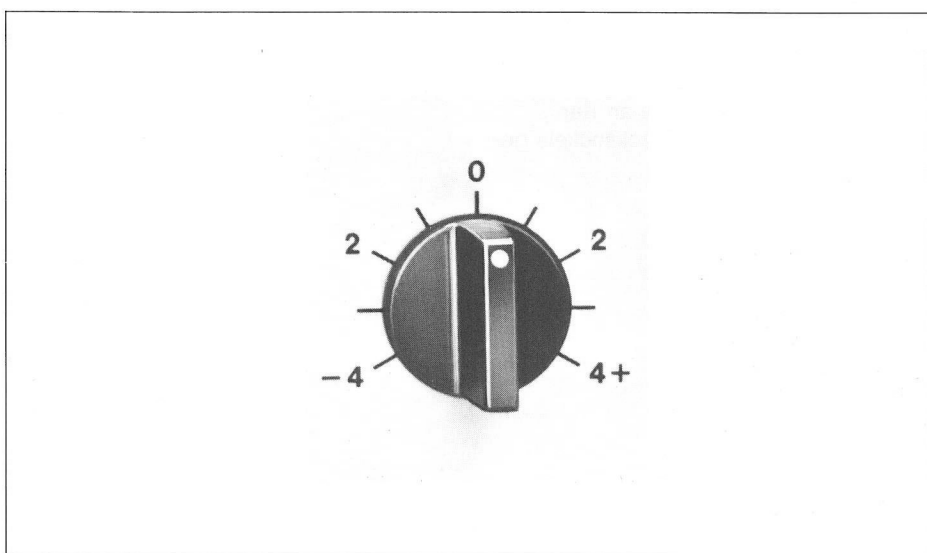

Bild 21 Temperatureinstellung FB3/RFS2
4.6 Temperatureinstellung mit der Fernbedienung FB 3 (Bild 21)
4.7 Temperatureinstellung mit Raumfühler RFS 2 (Bild 21)